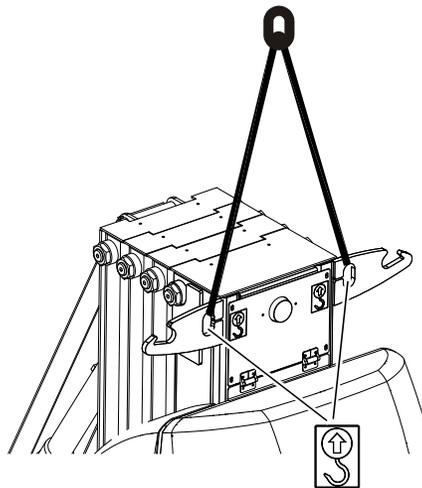

Bild 4-10. Anheben der Maschine
- Befestigen Sie Heberiemchen/-ketten wie in Bild 4-10. gezeigt an BEIDEN Hebeösen.